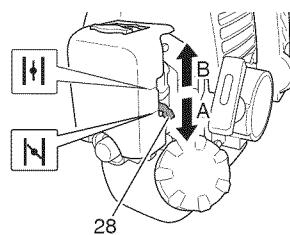

Fig. 17
- (3) Réglez le levier du starter (28) à la position de démarrage (fermé) (A). (Fig. 17)
(5) Dès les premiers soubresauts du moteur, ramenez le starter en position ouverte (B). (Fig. 17)